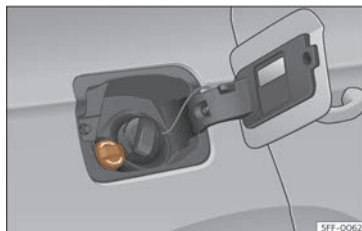

Fig. 212 Tapón de la boca de llenado del depósito de AdBlue®.
- Abra la tapa del depósito >>> **fig. 212**.
- Gire el tapón de cierre de la boca de llenado de SCR hacia la izquierda >>> **fig. 212.**